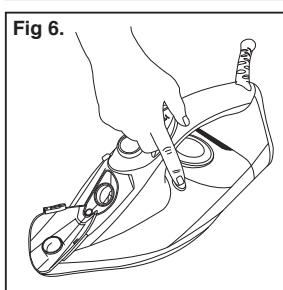

Fig 6.
- Permitir que el agua salga a través de las salidas de vapor de la suela, mientras se agita ligeramente el aparato. (Fig.6)